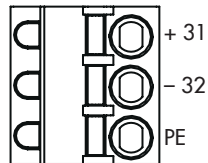

Bild 7: Anschlussbelegung der Klemme
- Elektrischen Anschluss nach Bild 7 vornehmen.